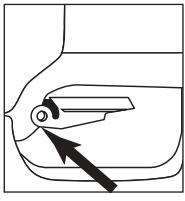

Figure 29
- ✓ Check for broken trigger springs and replace nozzle if necessary. (*See Figure 29*)
- ✓ Vérifiez les ressorts de déclenchement cassés et remplacez si nécessaire. (*Voir Fig. 29*)